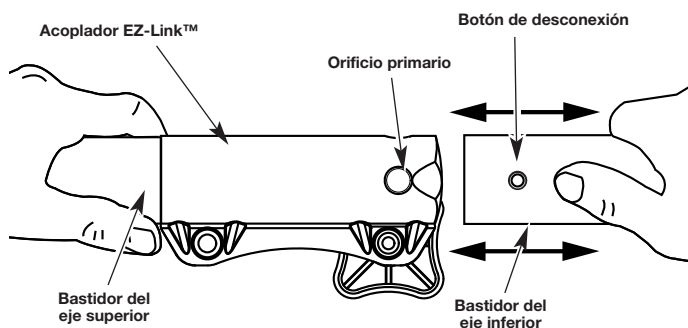

Fig. 17
2. Mientras sostiene el accesorio con firmeza, empujelo en línea recta en el acoplador EZ-Link™ (Fig. 17).
3. Mientras sostiene el bastidor del eje superior con firmeza, hale del accesorio de corte o accesorio en línea recta fuera del acoplador EZ-Link™ (Fig. 17).